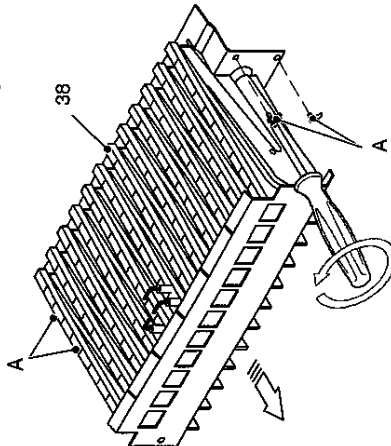

fig. 8.1
- 4 Togliere il pannello anteriore della camera di combustione ed il bruciatore 38 in fig. 8.1